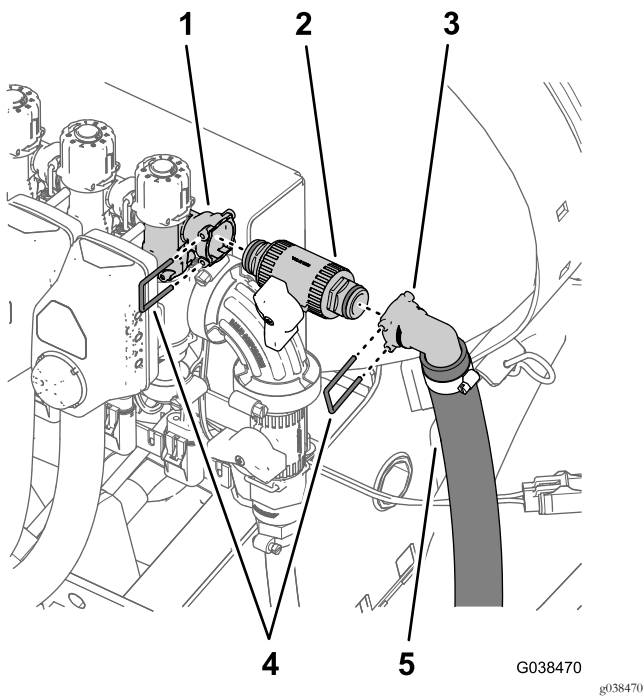

Figura 99
- Montate la valvola di intercettazione di bypass sulla presa di collegamento rapido del collettore di bypass (Figura 99) con il fermo piccolo che avete rimosso al passaggio 1 di Riposizionamento delle valvole di bypass di sezione (pagina 41).
Nota: Assicuratevi che la maniglia della valvola di intercettazione di bypass sia allineata come illustrato nella Figura 99.
- Montate il raccordo di collegamento rapido a 90° del flessibile di bypass di sezione – 2,5 x 146 cm sull'accoppiatore rapido della valvola di intercettazione di bypass con il fermo (piccolo) in dotazione con il flessibile di bypass di sezione (Figura 99).